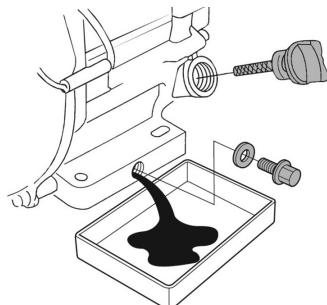

Рис. 18 Замена масла в двигателе
- Очистите от загрязнений зону вокруг маслозаливной горловины. Извлеките крышку-щуп из маслозаливной горловины (Рис. 18) и протрите щуп чистой ветошью.
- Открутите пробку для слива масла и слейте отработанное масло в подготовленную для этого емкость (Рис. 18).